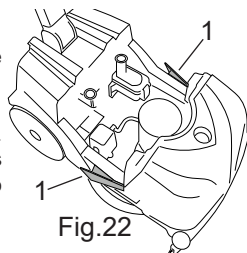

Fig.22
- Prima as duas alavancas laterais de bloqueio dos depósitos (Fig.22-Ref. 1), extraia o depósito de recolha do chassis e pouse-o no pavimento.
- Prima as duas alavancas laterais de bloqueio dos depósitos (Fig.22-Ref.1), extraia o depósito de recolha do chassis e pouse-o no pavimento.